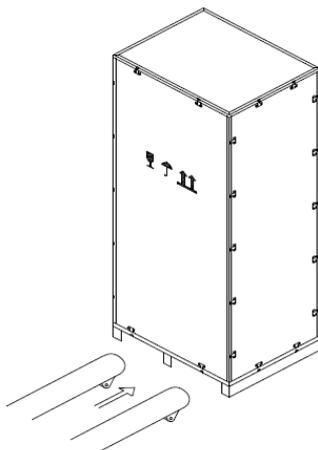

Figura 2-2 Transporte al sitio designado
- 2) Transporte el equipo al sitio designado con un montacargas, como se muestra en la Figura 2-2.